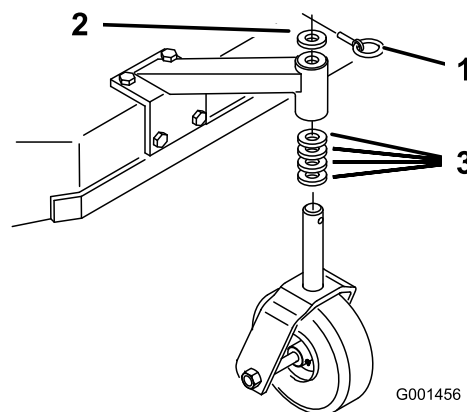

Figure 12
1. En vous reportant au Tableau de hauteur de coupe, ajustez les entretoises des roues pivotantes en fonction du trou de réglage de l'essieu sélectionné (Figure 12).
2. Retirez la goupille de verrouillage, sortez la roue pivotante de son support et changez les entretoises (Figure 12).
3. Mettez la roue pivotante en place dans le support et insérez la goupille de verrouillage (Figure 12).